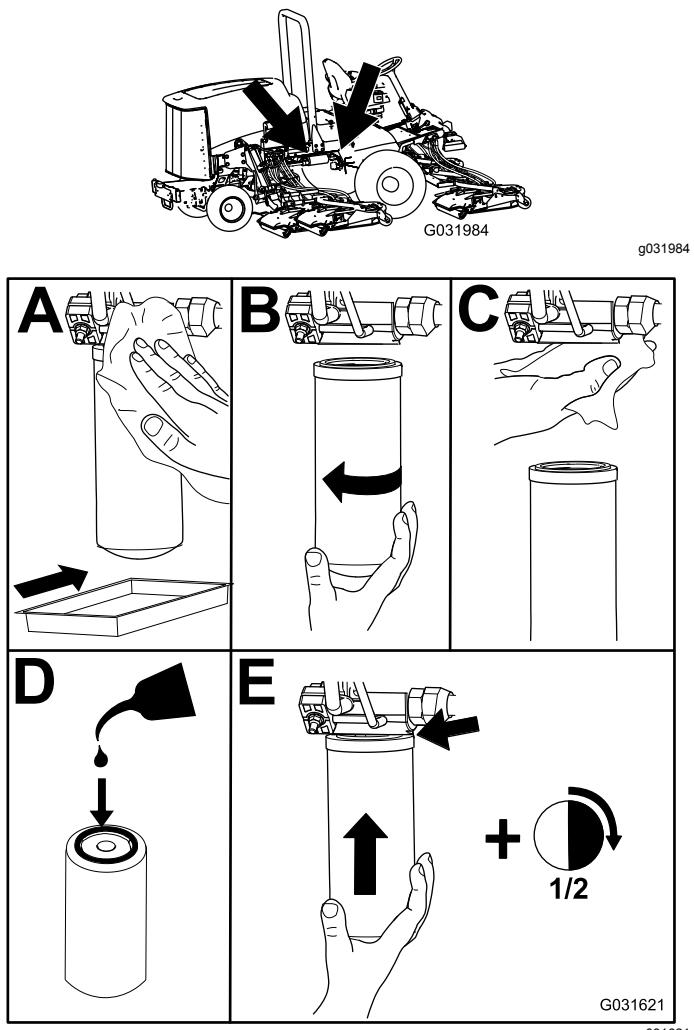

Рисунок 80
2. Замените гидравлические фильтры (Рисунок 80).